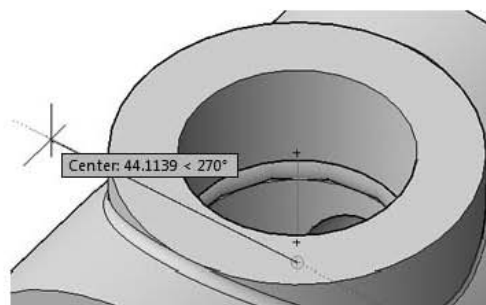

Рис. 12.42. Выбор второй точки на оси вращения отверстия в корпусе
9. Укажите вторую точку по направлению горизонтальной оси (рис. 12.42):